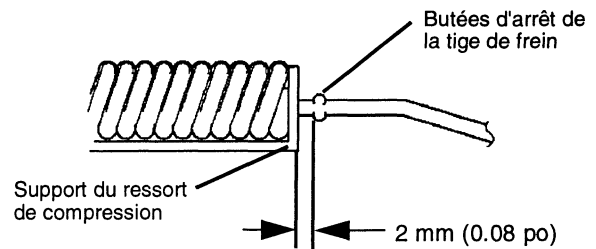

FIGURE 41
- Se reporter à la Figure 41. Mesurer la distance entre l'intérieur des butées d'arrêt de la tige de frein et l'extérieur du support du ressort de compression (situé au-dessous du repose-pied sur le côté gauche de la transmission). La distance doit être de **2 à 10 mm (0.08 à 0.40 po)**.